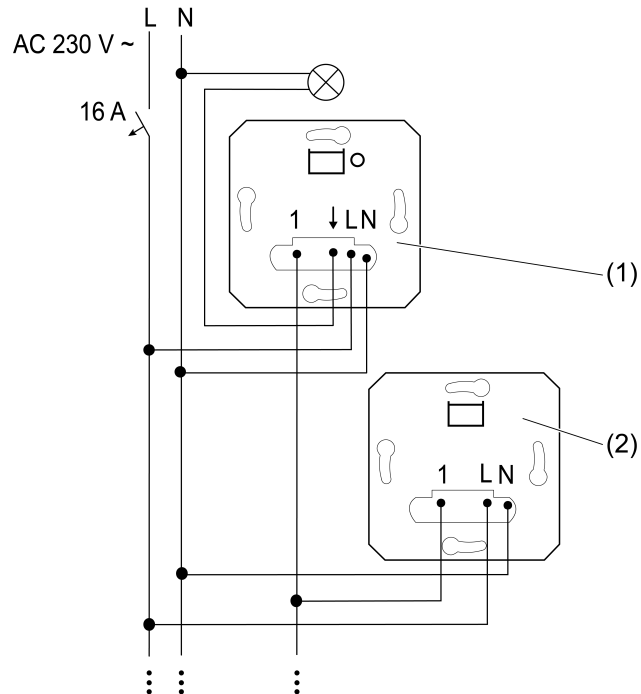
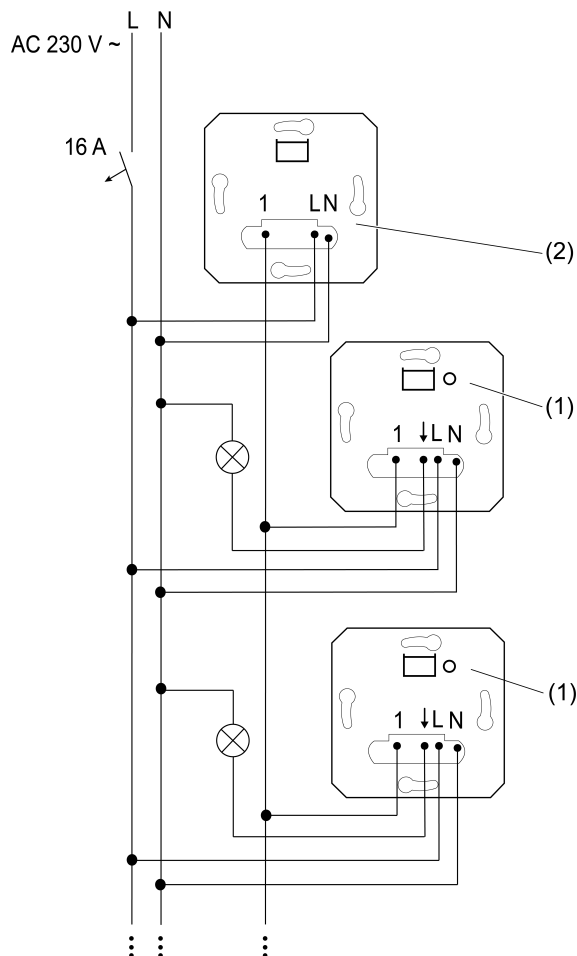
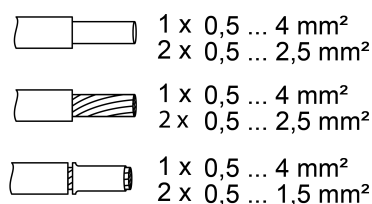

Bild 1: Anschlussplan 3-Draht-Nebenstellen an einer Hauptstelle
Bild 2: Anschlussplan mehrere Hauptstellen an einer 3-Draht-Nebenstelle für die zentrale Steuerung
Bild 3: Klemmbare Leitungsquerschnitte
- i** Es können bis zu zehn 3-Draht-Nebenstellen (2) an einer Hauptstelle (1) angeschlossen werden (Bild 1).
- i** Es können bis zu fünf gleiche oder unterschiedliche Hauptstellen (1) gemeinsam von einer 3-Draht-Nebenstelle (2) gesteuert werden (Bild 2).
- Nebenstelle (2) gemäß Anschlussplan anschließen (Bild 1) und (Bild 2). Dabei klemmbare Leitungsquerschnitte beachten (Bild 3).